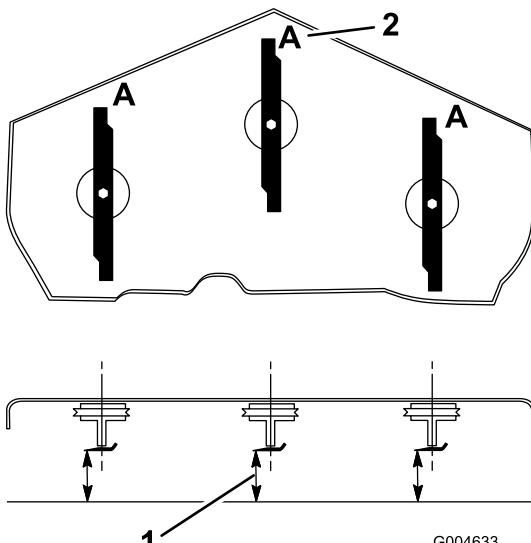

**Bild 65**
1. Untersuchen Sie die Schnittkanten (Bild 65). Entfernen und schärfen Sie die Messer, wenn die Schnittkanten nicht scharf sind oder Auskerbungen aufweisen. Siehe Schärfen der Messer“.
2. Untersuchen Sie die Schnittmesser, insbesondere den flachen Bereich (Bild 65). Wenn Sie Schäden, Verschleiß oder Rillenbildung in diesem Bereich feststellen (Bild 65), sollten Sie sofort ein neues Schnittmesser einbauen.